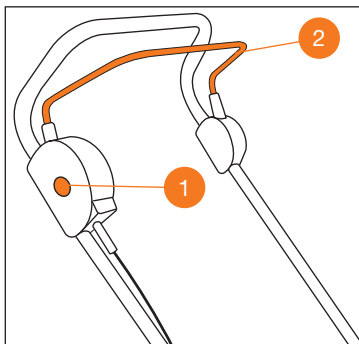

Рис. 13
2. Нажмите и удерживайте кнопку блокировки включения **1** (Рис. 13).
3. Продолжая удерживать кнопку блокировки включения **1**, прижмите клавишу включения двигателя **2** к рукоятке (Рис. 13). Двигатель заработает и нож начнёт вращение.